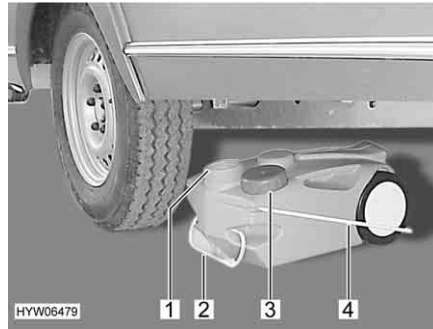

Fig. 167 Réservoir d'eaux usées, mobile
- Fermer l'ouverture du réservoir d'eaux usées (Fig. 167,1) à l'aide du couvercle (Fig. 167,3).
- Retirer le réservoir d'eaux usées par la poignée (Fig. 167,2).
- Rabattre la poignée de manutention (Fig. 167,4) vers le haut et placer le réservoir d'eaux usées.